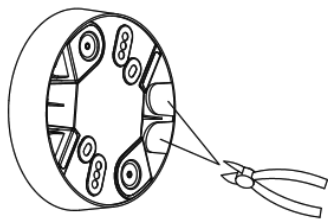

Рис. 3. Иллюстрация к пункту 3.3
- 3.3. Используйте бокорезы для вырезания отверстий для проводов на боковой стенке корпуса (см. рис. 3).